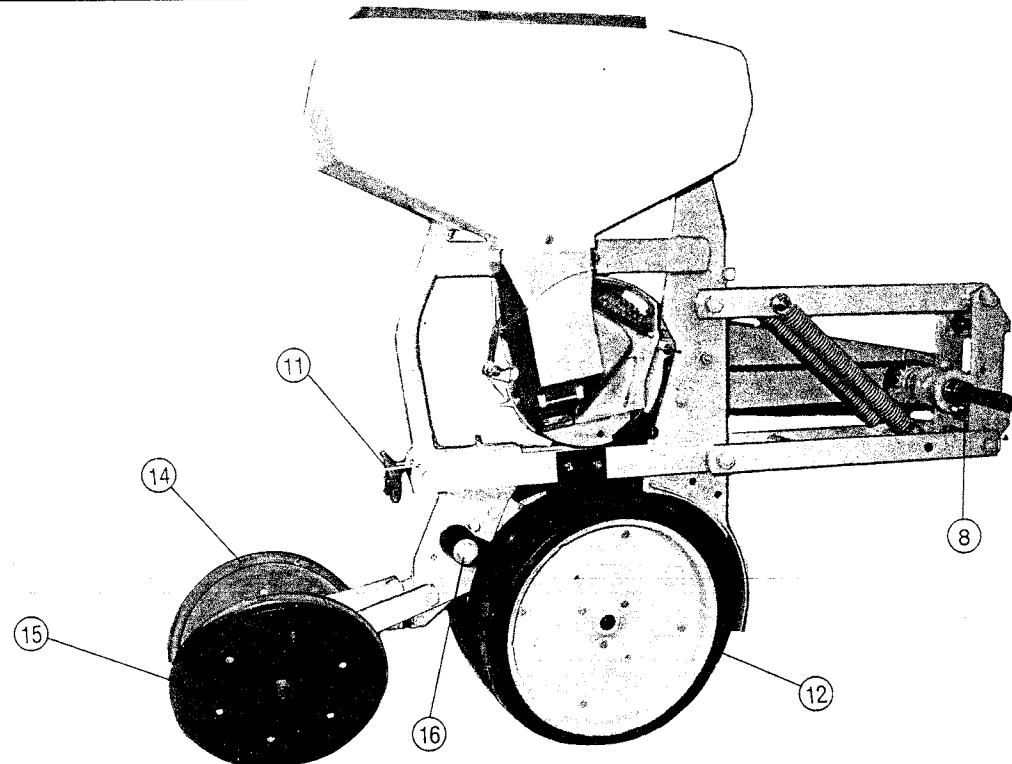
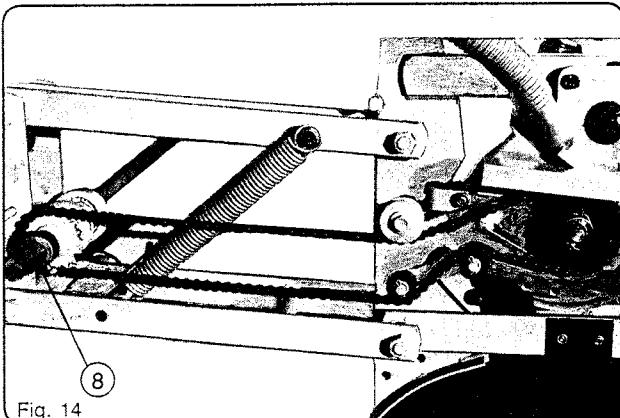
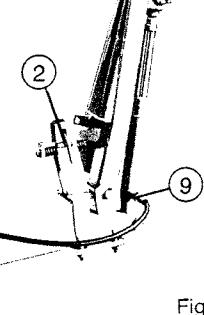

Fig. 13
Fig. 14
Fig. 11
Une seule version représentée ci-dessous par la fig. 13 est proposée pour ce modèle d'élément.
Le montage de la chaîne d'entraînement s'effectue suivant la fig. 14.
One single version as shown below in fig. 13 will be offered for this metering unit. The mounting of the drive chain is done, as shown in fig. 14.
- L'axe hexagonal supérieur se bloque en position par les vis de 2 bagues ⑧ (fig. 13).
- Les paliers centraux avec roulements ④ seront à supprimer pour inter-rangs inférieurs à 45 cm.
- La turbine s'emploie à 540 tr/mn. Pour vitesses de 450 à 1 000 tr/mn des poulies spéciales sont prévues en option. De même l'entrainement d'une pompe est possible (fig. 11).
- Chaque vérin de rayonneurs possède au niveau de son raccord ⑨ une bague de ralenti avec trou réduisant le passage d'huile. En cas de démontage pour nettoyage (bouchage par impuretés) replacer avec soin la bague dans sa position initiale.
- The upper hexagonal shaft locks in position by means of the bolt of the 2 bushings ⑧ (fig. 13).
- The turbofan operates at 540 rpm. For speeds of 450 and 1000 rpm, special pulleys are available as optional equipment. In the same way a pump adaptor is available (fig. 11).
- Each row marker cylinder has a flow reducer inside the fitting ⑨ to reduce the hydraulic fluid pressure. In case this flow reducer is removed (obstruction of foreign material) it should be replaced in its original position.